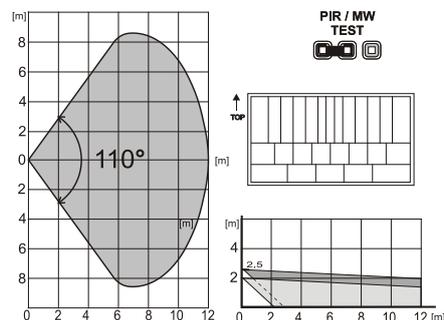

Fig. 2: Le funzionalità della copertura possono essere modificate utilizzando una lente alternativa:
Il rilevatore PIR è munito di lente 110°/12 m. Copertura – vedi Fig 2. Verificare la copertura con il ponticello (8) nella posizione **"PIR"**. Il movimento è indicato da un LED rosso.